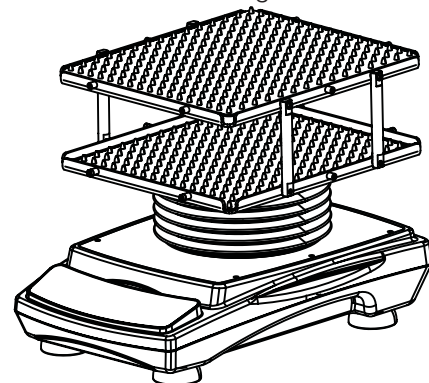

Abbildung 2
2. Platzieren Sie die beiden Tabletts auf die Zylinder in Position A1 bis A4, wie in Abb. 2 dargestellt.